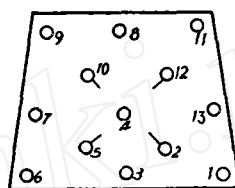

图 7 单人双机打眼順序
4. 打眼順序比双人双机要求更严格,总的要作到两台机器相离不远,便于照顧,小板機逐步向左移动,負担 1. 2. 3. 4. 5. 6. 7 等砲眼,气腿从中间頂眼 8 开始,从左向右移动,打 9. 10. 11. 12. 13 等砲眼 (图 7) 这样縮短了輔助時間;